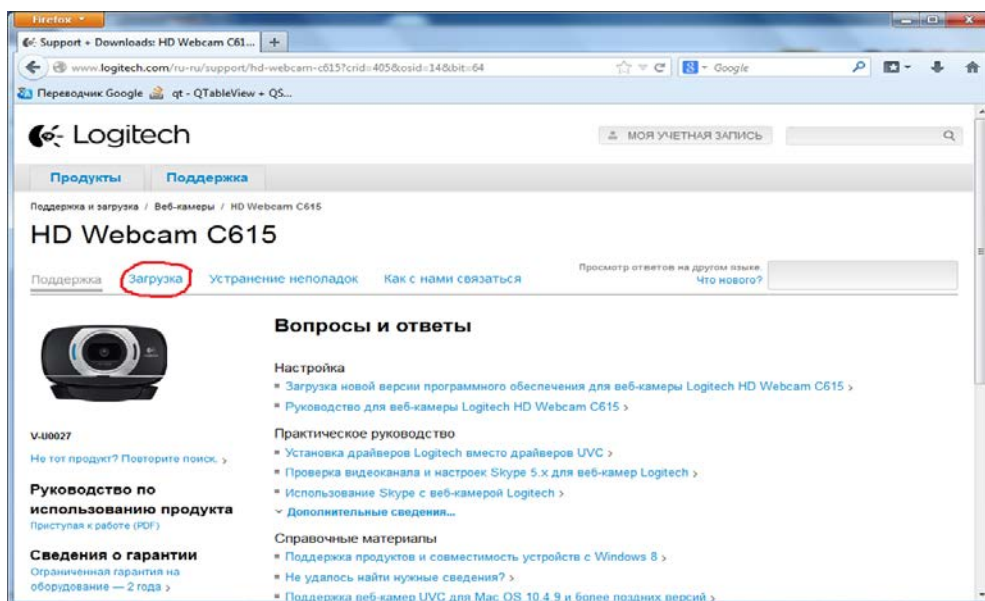

Рис.1
- Заполнить ячейки кассеты (рис.1 стр.5) зёрнами пробы с известной стекловидностью. В каждой ячейке должно лежать одно зерно.